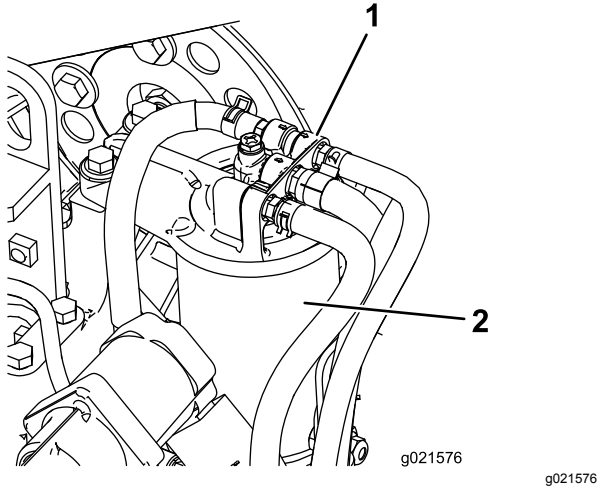

Figura 86
1. Limpie la zona alrededor de la cabeza del filtro de combustible (Figura 86).
2. Retire el filtro y limpie la superficie de montaje de la cabeza del filtro (Figura 86).